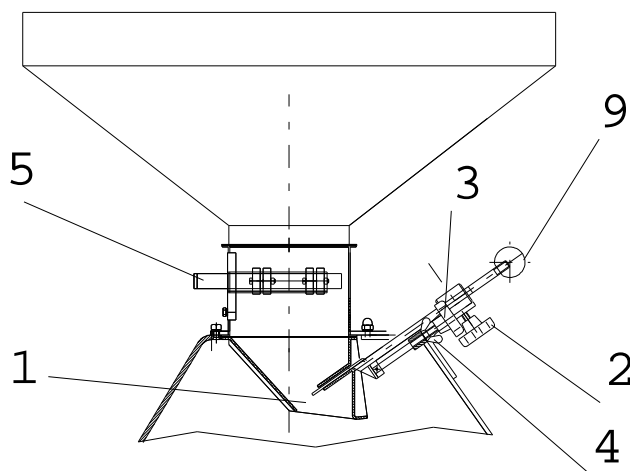

Рис. 21 Установка размера щели высыпа зерна на валы.
Следующим действием, которое следует предпринять, является установка размера щели высыпа зерна (1) на валы, рис. 21 путем выдвижения заслонки (9) и зафиксирования ее с помощью защитных винтов (2). Попадание зерна на валы следует установить таким образом, чтобы достичь соответствующей производительности и размера хлопьев, а также чтобы не привести к перегрузке двигателя. Установленный размер щели можно сохранить, затягивая упор (3) до открытой заслонки (9) и защищая гайкой (4)
После установки размера щели и запуска двигателя можно начать работу (расплющивание зерна). Заслонку, дозирующую поступление зерна из бункера, следует открывать медленно. Обслуживая работающую зерноплющилку, следует обращать внимание на непрерывную загрузку бункера зерном и на непрерывный прием расплющенного зерна. Чрезмерное открытие заслонки, а также несвоевременно принятый продукт, могут привести к перегрузке двигателя. Зерноплющилка снабжена устройством, защищающим от металлических загрязнений (5), рис. 21